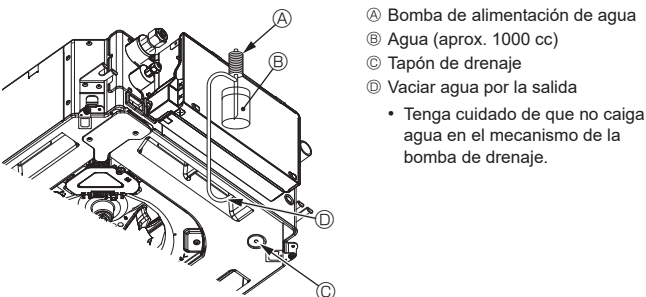

Fig. 8-6
8.4. Comprobación del drenaje (Fig. 8-6)
- \* La bomba de drenaje y el ventilador se activan simultáneamente al conectar la tensión monofásica de 230 V en S1 y S2 del bloque de terminales después de activar (ON) el conector (SWE) del cuadro del controlador que hay en la caja de componentes eléctricos.